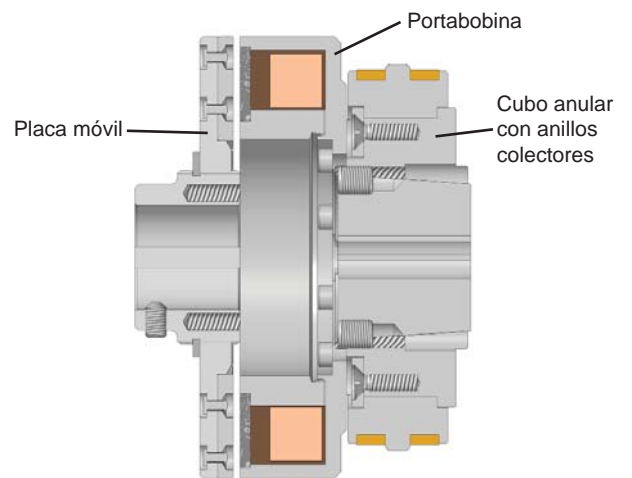

Fig. 5
**Embragues con anillos colectores: (fig. 5)**